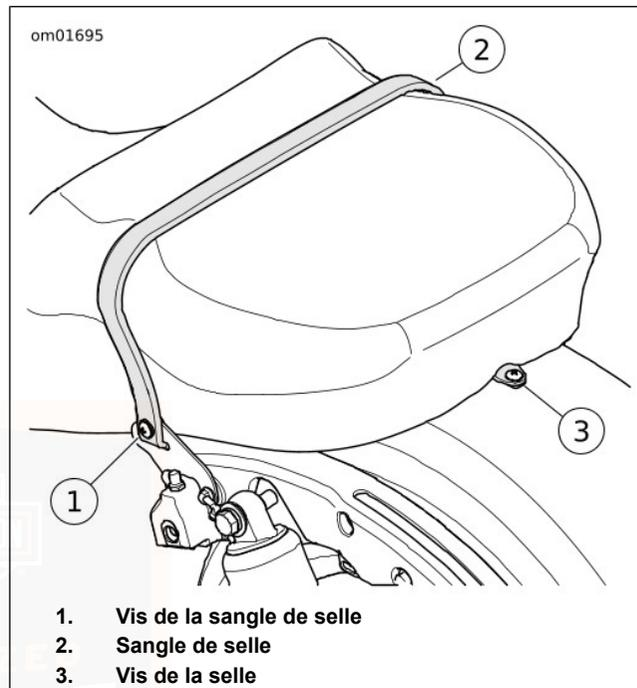

Figure 103. Vis de la sangle de selle
3. Voir Figure 103. Retirer la vis pour détacher la sangle de siège du support.
2. Voir Figure 103. Attacher le support de selle au garde-boue arrière avec la vis. Serrer la vis au couple de 5,4–8,1 N·m (48–72 in-lbs).
5. Voir Figure 103. Introduire la sangle dans la fente sur le support de sangle du siège.